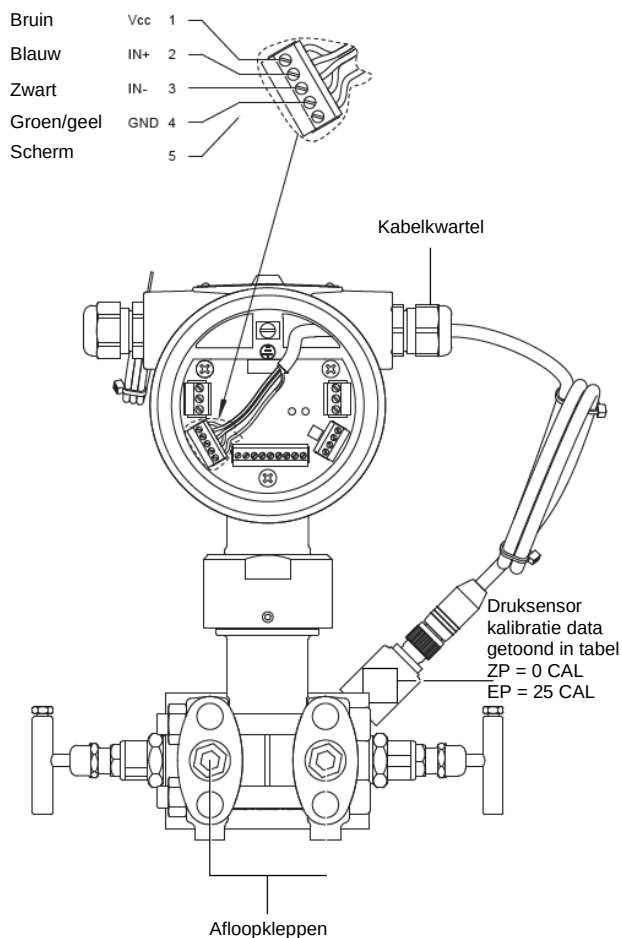

Fig. 36
5. Koppel de sensorkabel los van de terminal blok. Zie Fig. 36.